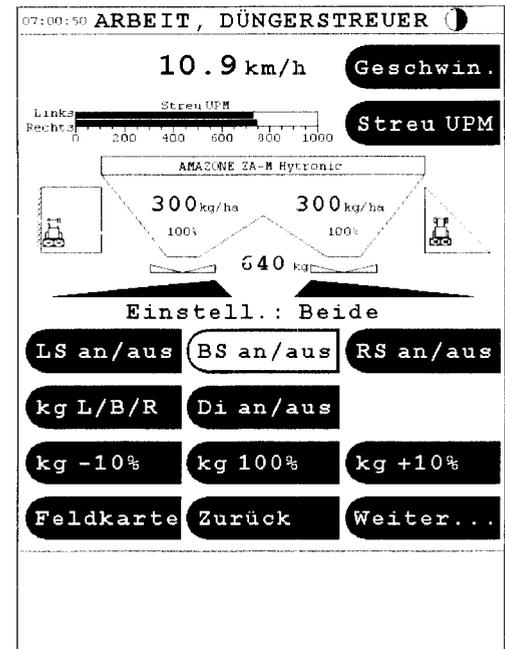

Fig. 19
- Mindestens 200 kg Dünger ausbringen. Kontrolle siehe Anzeige Arbeitsmenü (Fig. 19/1)